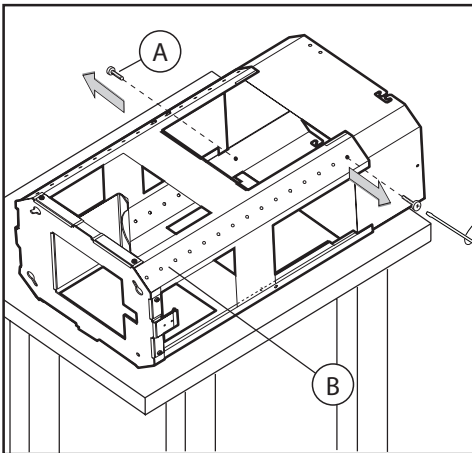

Fig.2
-Lyft ut strukturen ur förpackningen och lossa de 2 skruvarna **A** för att skilja den övre delen från den nedre (Fig.2).